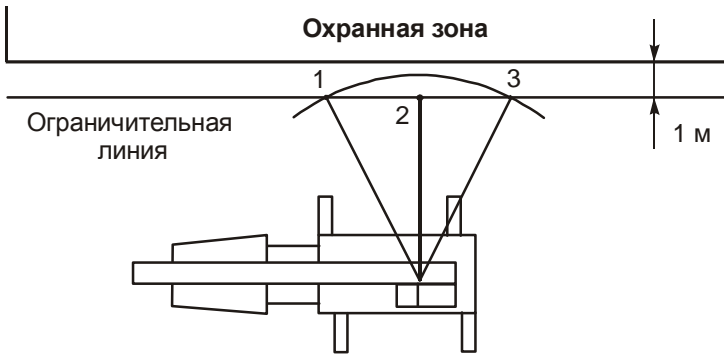

Рисунок 11 — Ввод ограничения типа «Стена»
Ограничение типа «Стена» — это ограничение положения оголовка стрелы или грузозахватного органа с грузом на воображаемой вертикальной бесконечной плоскости, перпендикулярной проекции стрелы на землю и построенной по срезу оголовка стрелы или грузозахватного органа с грузом (рисунок 11).
- провести воображаемую ограничительную линию (которую не должен пересекать оголовок стрелы и груз крана), проходящую параллельно границе охранной зоны объекта и отстоящей от нее не менее чем на 1 м (рисунок 11). При выборе расстояния необходимо учитывать габаритные размеры груза и инерцию крана. Расстояние должно быть таким, чтобы при срабатывании прибора безопасности груз (с учетом инерции крана) не приближался к охранной зоне менее чем на 0,5 м;
- изменяя, при необходимости, длину стрелы или угол наклона, добиться касания оголовком стрелы или грузозахватным органом ограничительной линии в точке 2 (см. рисунок 11);